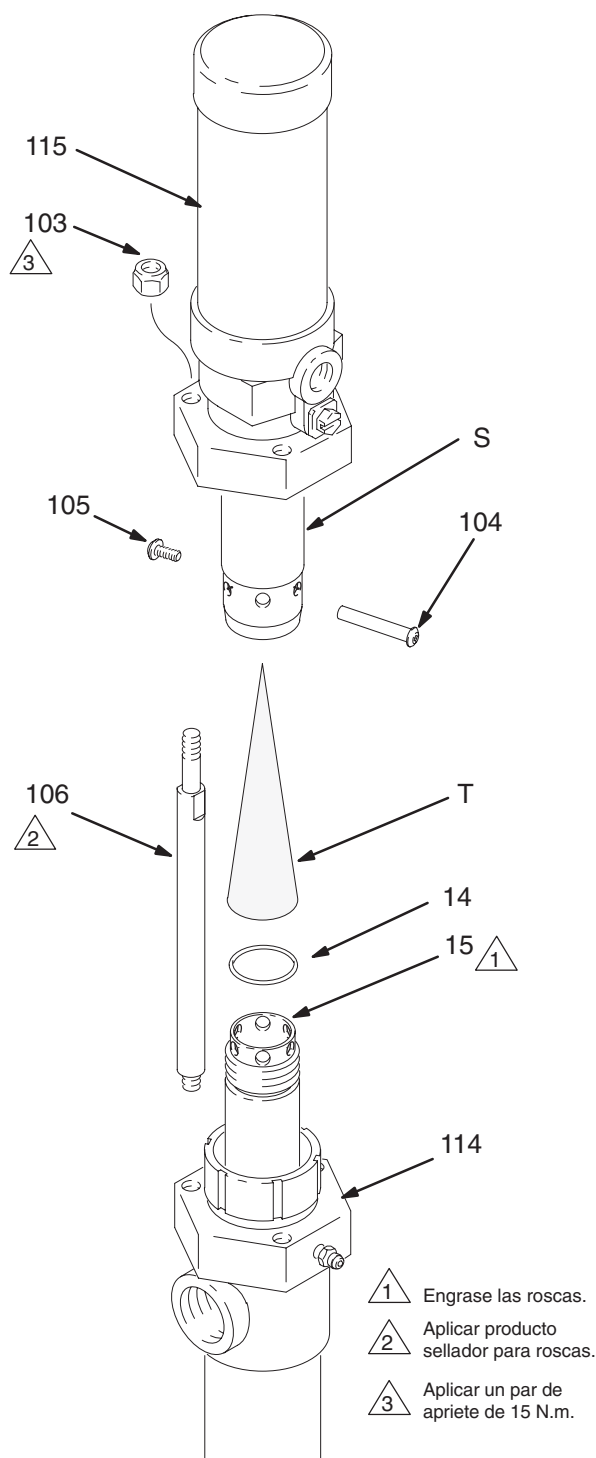

Fig. 6
3. Observe la Fig. 6. Afloje las tuercas de cierre del tirante (103).
4. Desenrosque y saque el tornillo (105) y el cañón (104).
5. Libere el motor de aire (115) de la base de la bomba (114) levantándolo. Desenrosque el eje del pistón (15) de la biela del motor de aire (S).
1. Para acoplar nuevamente el motor de aire, aplique una grasa de base de litio en las roscas del eje del pistón (15). Compruebe que la junta tórica (14) se encuentre montada en su posición en el eje.
2. Monte el silenciador (T) en la varilla de conexión del motor de aire (S) de la forma indicada en la Fig. 6.
3. Apriete firmemente a mano el eje del pistón (15) a la biela del motor de aire e instale el cañón y el juego de tornillos (104 y 105).
4. Aplique producto sellador en las roscas de los tirantes (106). Para realizar una alineación correcta, atornille primero las tuercas de cierre del tirante (106) sin apretarlas demasiado a las bielas de unión y apriete después de forma homogénea a un par de 15 N.m.
**NOTA:** Si se retira el silenciador (T) aumentará el caudal de la bomba y el ruido.